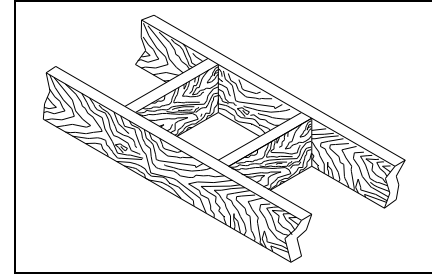

Figure 27
1. Coupez les plafonds et planchers que la cheminée traversera en prenant soin d'aligner les trous avec un fil à plomb (voir figure 27). Les dimensions des trous sont données au tableau 1 pour les planchers et plafonds et au tableau 2 (page 24) pour les toits.